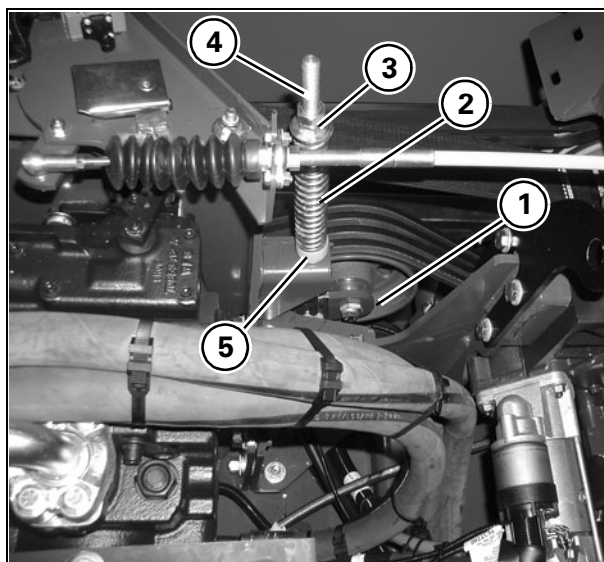

Рис. 9
6. Приводной ремень гидростатического насоса **Рис. 9**